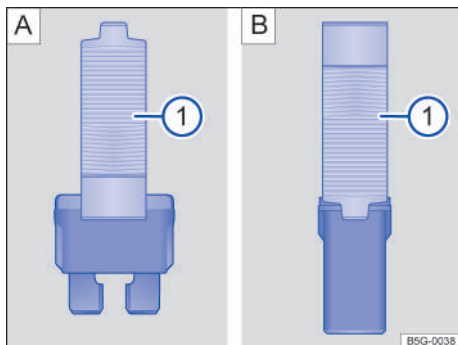

Fig. 162 Retirar o colocar el fusible con la pinza de plástico: **A** fusible plano, **B** fusible de bloqueo.
- De ser necesario, retirar la pinza de plástico → fig. 162 [1] de la cubierta de la caja de fusibles.
- De acuerdo con la versión del fusible, colocar las garras adecuadas del alicate plástico → fig. 162 [A] [1] o → fig. 162 [B] [1] de forma lateral en el fusible.